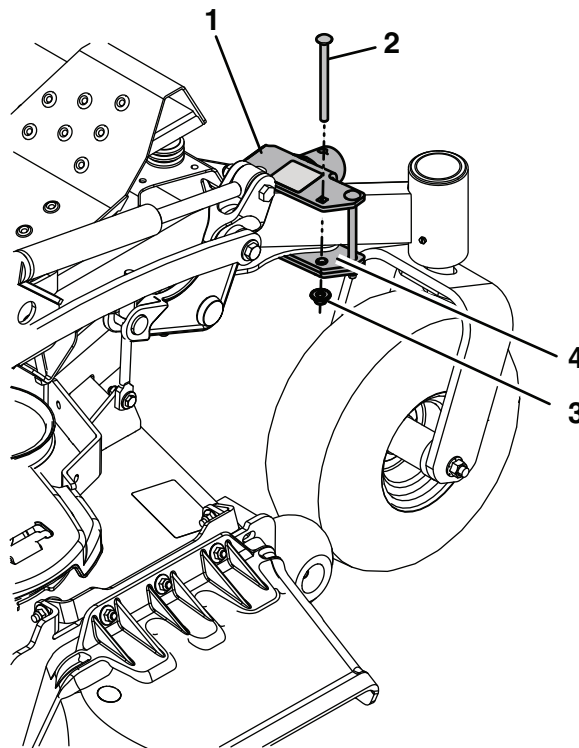
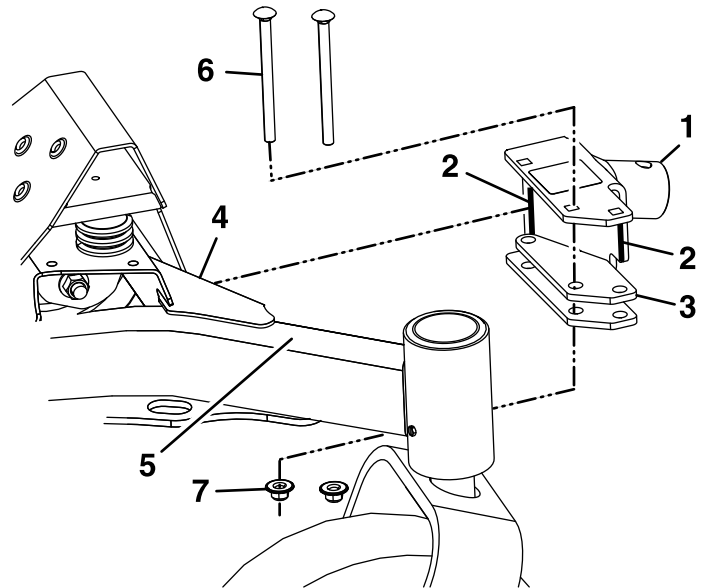

Figura 1
Figura 3
2. Alinee los bordes verticales del soporte del gato con el tubo del bastidor y el refuerzo, como se muestra en la Figura 3.
3. Coloque el espaciador entre la parte inferior del bastidor y la parte inferior del soporte del gato (Figura 1 y Figura 3). Instale los dos pernos exteriores de 3/8"-16 x 5" y las tuercas Nyloc de 3/8" (ver la Figura 1) y apriete con los dedos.